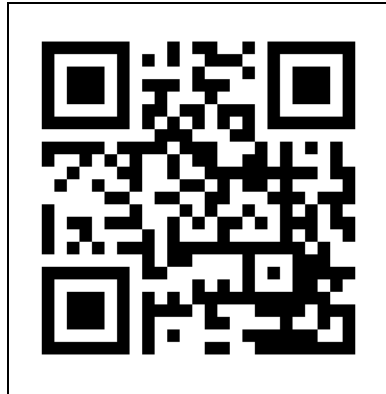

Abbildung 16
1. Öffnen Sie das Eurom Smart App-Handbuch mit dem QR-Code (Abbildung 16) oder gehen Sie zu www.eurom.nl/nl/manuals.